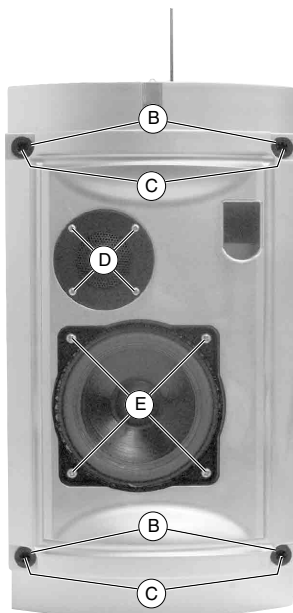

Fig. 2
- 4 Gummi-Stopfen (B) (Fig. 2) aus dem Gehäusevorderteil ziehen und die darunter befindlichen Schrauben (C) herausdrehen.
- 4 Schrauben (D) (Fig. 2) herausdrehen und Hochtöner herausnehmen.
- 4 Schrauben (E) (Fig. 2) herausdrehen und Bass-Lautsprecher herausnehmen.
- Pull the 4 rubber plugs (B) (Fig. 2) out of the front cabinet part then undo the screws (C) located below.
- Undo 4 screws (D) (Fig. 2) and remove the tweeter.
- Undo 4 screws (E) (Fig. 2) and remove the bass loudspeaker.